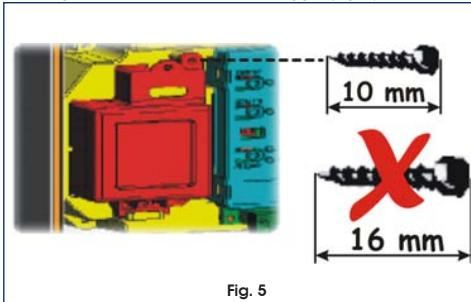

Fig. 5
- Inserire la batteria nell'alloggio appena creato e fissarla agli appositi supporti di ancoraggio (Fig. 5).